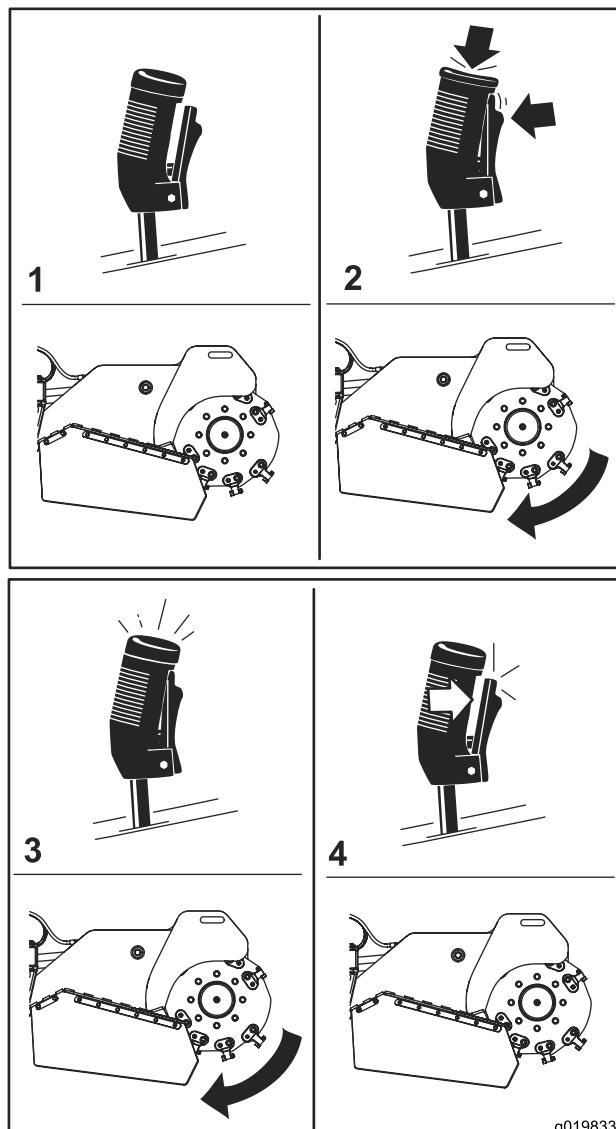

Figura 12
- Para poner en marcha el desbastador (Figura 12), apriete el gatillo y, a continuación, pulse el botón rojo en la parte superior de la palanca. Cuando el desbastador haya arrancado, puede soltar el botón rojo.
- Para detener el desbastador (Figura 12), suelte el gatillo durante más de medio segundo.